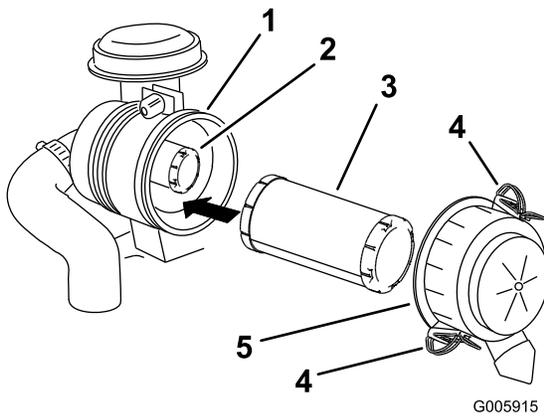

Figura 46
3. Abra los cierres del limpiador de aire y tire de la tapa de la entrada de aire para separarla del cuerpo del limpiador de aire (Figura 46).
5. Extraiga con cuidado el filtro primario de la carcasa del limpiador de aire (Figura 46).
5. Sujete la tapa con los enganches (Figura 46).
2. Si va a cambiar el filtro interno, deslícelo cuidadosamente en el cuerpo del filtro (Figura 46).
3. Deslice cuidadosamente el filtro primario por encima del filtro interno (Figura 46).